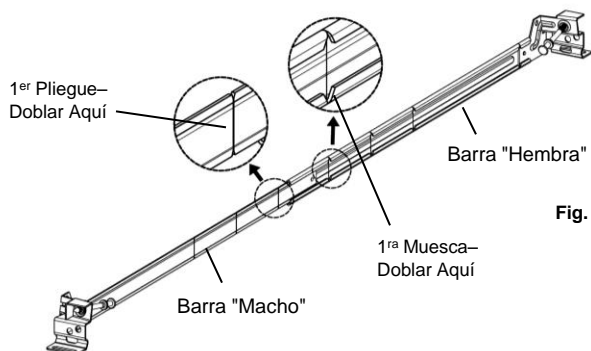

Fig. 7
1. Abre las barras lo más posible. (Fig. 7)
2. Dobla hacia adelante y hacia atrás en el 1^{er} pliegue desde el centro, la barra "macho" de cada barra para colgar, hasta que se separe. Dobla la barra "hembra" hacia adelante y hacia atrás, en la 1^{ra} muesca desde el centro, hasta que se separe. (Fig. 7)